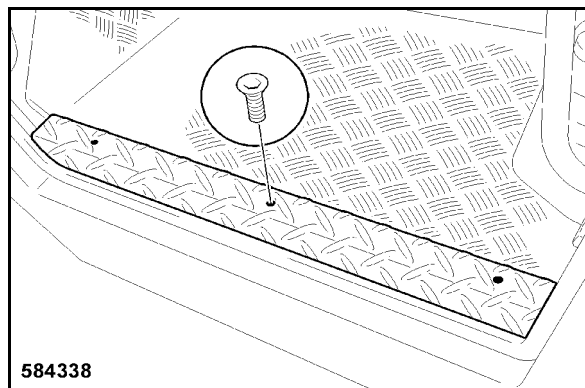

Fig. 223
- Installer la tôle du marchepied 1 (Fig. 223) et serrer les trois vis de fixation (2).